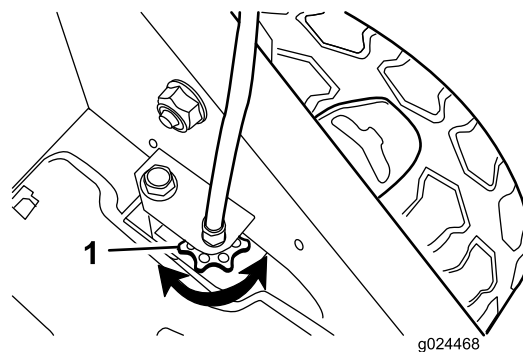

Figure 22
- Si les roues ne tournent pas quand vous engagez la barre de commande d'autopropulsion, la courroie de déplacement n'est pas assez tendue. Tournez une fois la molette de commande des roues (Figure 22) dans le sens horaire et répétez les opérations 3 à 5.
- Si les roues tournent quand vous engagez la barre de commande d'autopropulsion, la courroie de déplacement est trop tendue. Tournez une fois la molette de commande des roues (Figure 22) dans le sens antihoraire et répétez les opérations 3 à 5.